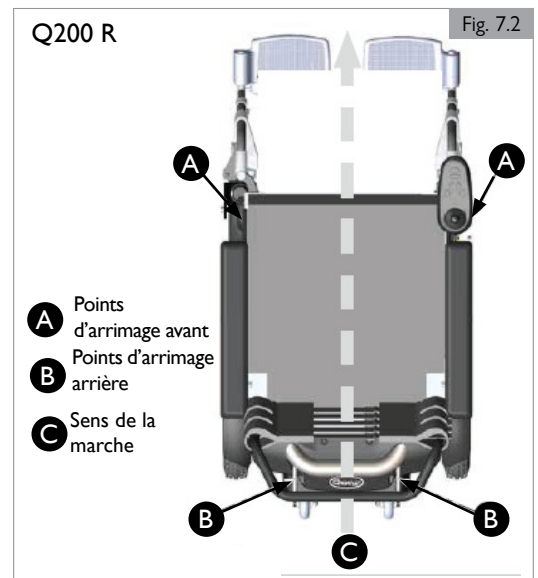

Fig. 7.2
1. Sécurisé par un système de retenue à 4 points de sangle (2 à l'avant, 2 à l'arrière (Fig. 7.2), conforme à :
1. Le fauteuil roulant peut uniquement être fixé à l'aide des points d'arrimage situés sur le châssis du fauteuil (Fig. 7.2)